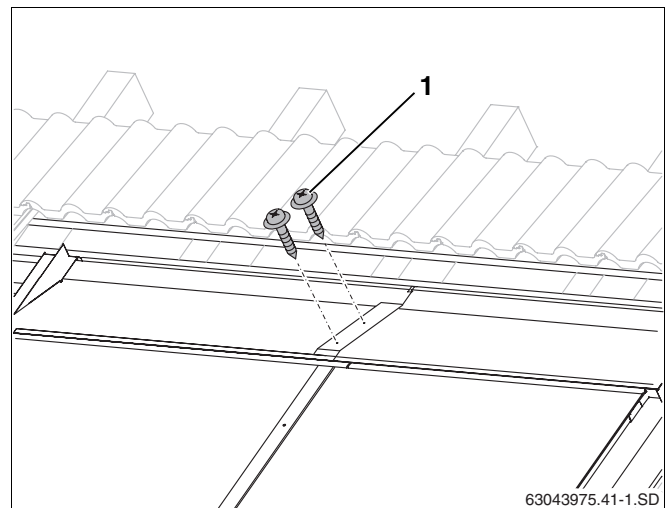

Fig. 59 Unión de las chapas protectoras superiores con tornillos
- ▶ Fije los solapamientos de las chapas con tres tornillos para metal (suministrados) de 25 mm de longitud por cada una (fig. 59, **pos. 1**).